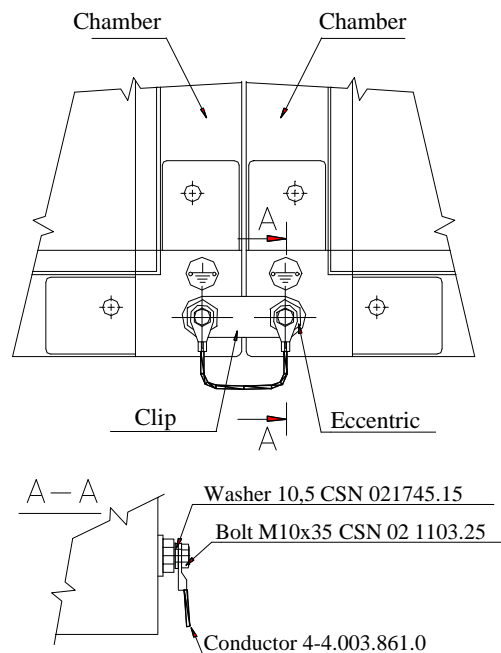

Fig. 4 – Liaison équipotentielle entre caissons
- Les différents caissons des centrales doivent être reliés ensemble par une liaison équipotentielle en un point minimum (voir assamblage fig. 4 - chapitre 6).
- Les caissons de centrales juxtaposées sont à assembler entre eux par ces pattes/excentriques sur les côté extérieurs et au milieu sur la face supérieure. Les caissons sont fixés sur le châssis à l'aide des quatre vis M10x20. La mise en place d'une liaison équipotentielle entre les différentes parties métalliques doit être réalisée selon la figure 4 si la continuité électrique entre 2 caissons est interrompue (peinture,